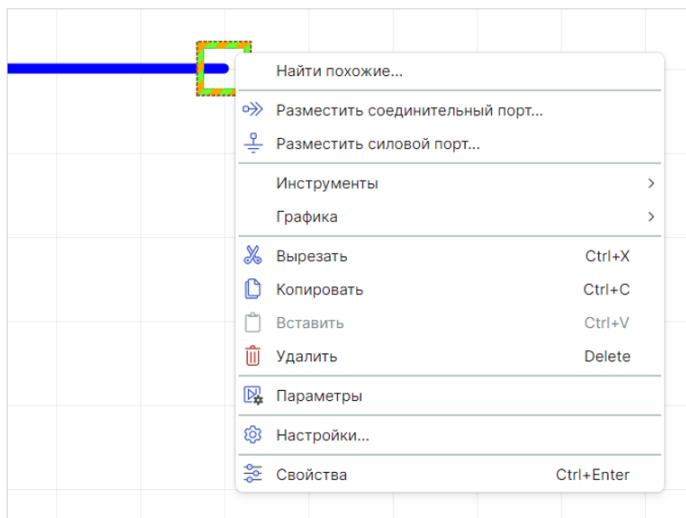

Рис. 125 Контекстное меню для свободного окончания цепи
- Вызовите контекстное меню для свободного окончания цепи и выберите тип размещаемого порта, см. Рис. 125.